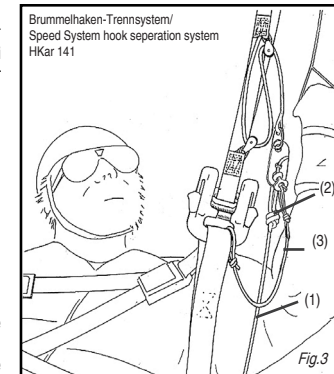
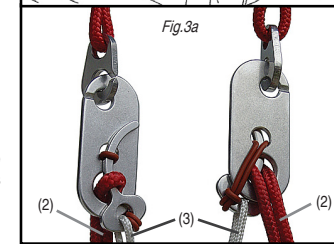

Fig. 3
Fig. 3a
Sofern die Fußbeschleunigerseile (1) an der Fußraste abtrennbar sind, werden sie gegen die im Lieferumfang des Trennsystems enthaltenen Beschleunigerseile mit eingenähter Schlaufe ausgetauscht. Sind sie nicht ohne weiteres austauschbar, entfernt man den Brummelhaken am Ende des vorhandenen Beschleunigerseils (1) und knotet eine 3 cm lange Schlaufe (2) an dessen Ende. Die Schlaufe wird, wie Fig. 3 und Fig. 3a zeigen, mittels Splint und Gummisicherung mit dem Trennsystem-Brummelhaken verbunden. Das freie Ende des Trennsystem Seils (3) wird an der Gurtkammer des Quick-Out Karabiners angeknüpft.
If the speed system cords (1) on the footrest are removable, then they can be exchanged for the speed system cords with sewn in loops (delivered with the speed system). If the speed system cords cannot be removed, the brummel hooks on the ends of the existing speed system cords have to be removed. The loop at the end of the speed system cord (1) is connected to the separation system brummel hooks by means of the curved parachute pin and rubber band as shown in Fig. 3 and Fig. 3a. The free end of the separation system cord (2) must be tied to the harness chamber of the Quick-Out karabiner. This system also works perfectly when the separation takes place whilst still flying accelerated.